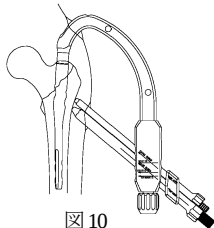

図10
- 8) マルチインサータガイドにラグスクリュー用スリーブ、エクストラスクリュー用スリーブを挿入し、それぞれにガイドピンスリーブを組み付け、ターゲットデバイスに取り付けます。(図10)